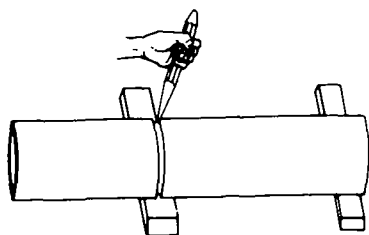

FIG. 8
5.º Passo — Apoie o corte da talhadeira no rasgo de serra, mantendo-a perpendicular ao tubo (fig. 8).